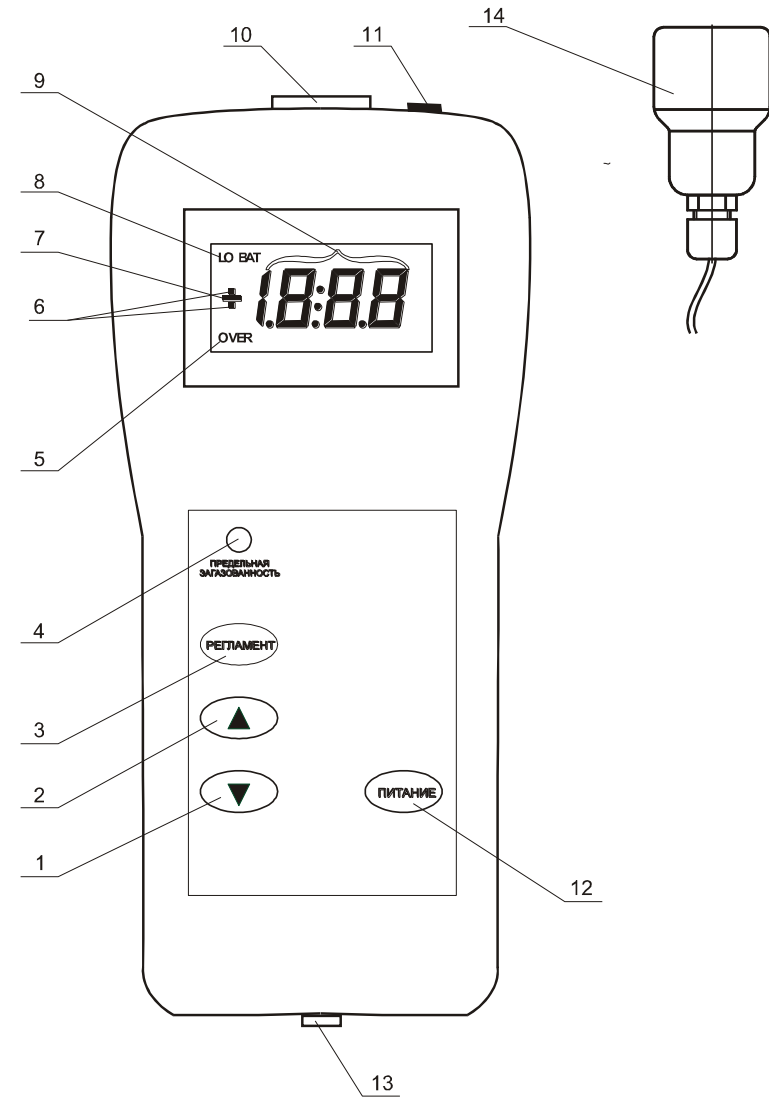

Рисунок 1 – Расположение органов управления, индикации и сигнализации
Расположение органов управления, индикации и сигнализации показано на рис. 1.
1.4.4.1 Кнопка "ПИТАНИЕ" (поз. 12, рис. 1) предназначена для включения питания или выключения питания сигнализатора (нажатие и удержание в течение 2-х сек.), а также для контроля уровня заряда аккумуляторной батареи (кратковременное нажатие).
Кнопка "РЕГЛАМЕНТ" (поз. 3, рис. 1) выполняет несколько функций и используется при регламентном обслуживании сигнализатора. С помощью этой кнопки сигнализатор можно перевести из режима "РАБОЧЕЕ СОСТОЯНИЕ" в один из режимов:
- 1) Штекер ЗУ включить в гнездо разъема поз. 13, рис. 1.
- 2) Включить ЗУ в сеть. При этом включается мигающий индикатор включения ЗУ (поз. 6, рис. 1), сообщение "LO BAT" начинает мигать, а вместо концентрации газа появляются риски: